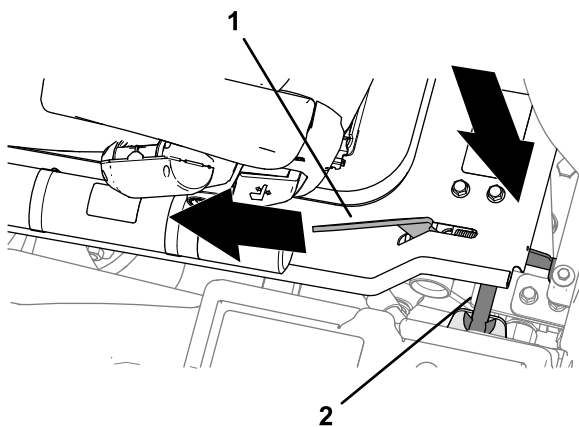

Figura 51
2. Cuando la plataforma se acerque a la posición de totalmente bajada, mueva la palanca de cierre de la plataforma (Figura 51) hacia la parte delantera de la máquina.